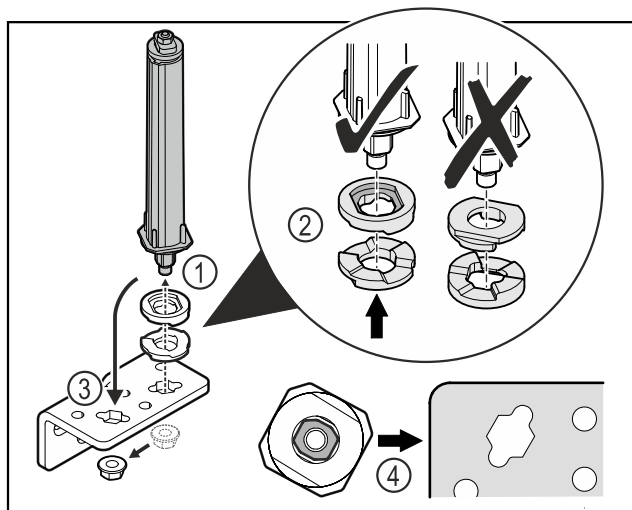

Fig. 41
- ▶ Развийте гайката и свалете затварящата система на вратата Fig. 41 (1).
- ▶ Обърнете внимание на правилното подравняване на шайбите за регулиране на височината Fig. 41 (2).
- ▶ Преместете затварящата система на вратата в ъгъла на пантата и я фиксирайте с гайката Fig. 41 (3).
- ▶ При поставяне се уверете, че затварящата система на вратата е правилно подравнена Fig. 41 (4).